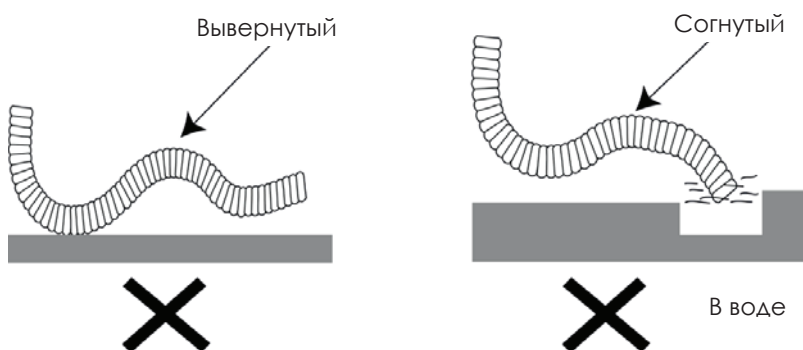

Рис. 4.4
(1) Для надлежащего слива сливной шланг следует устанавливать с уклоном вниз.
(2) Не выворачивайте и не перегибайте сливной шланг, не погружайте его в воду. (Рис.4.4)
(3) Оберните сливной шланг термостойким материалом.